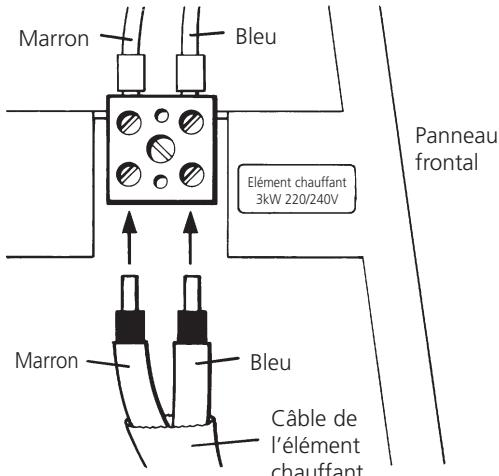

Figure 3a
- Brancher les câbles de l'élément chauffant selon la **figure 3a**.
Voir **figure 3a et 3b** pour la connection du câble électrique.